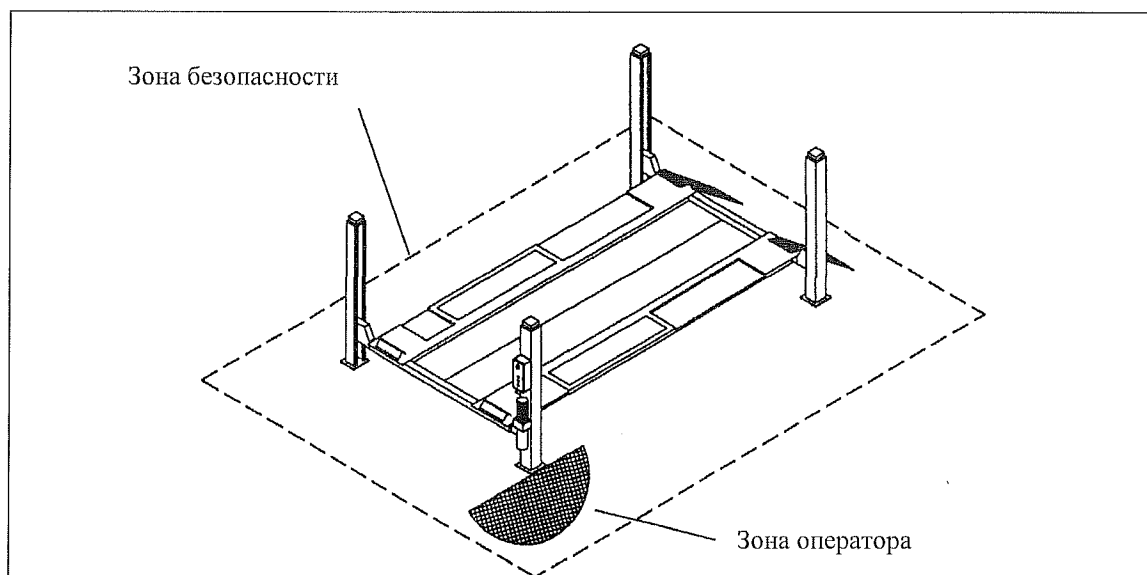

Рис.16
- не входите в зону безопасности во время подъема автомобиля на подъемнике (см. Рис.16),